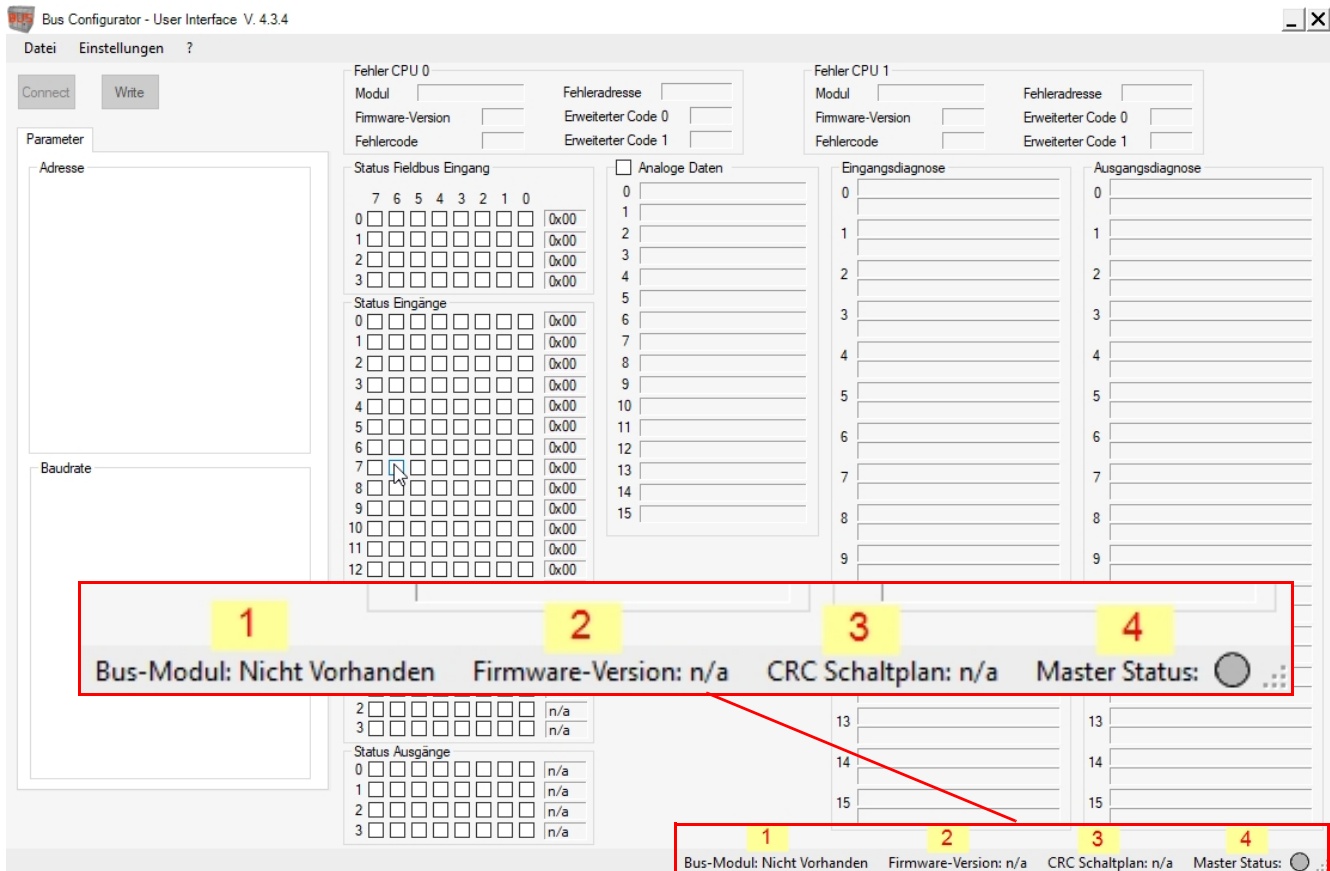

Abbildung 10
Das Programm erkennt, dass ein Bus-Modul angeschlossen ist (Abbildung 10). Die Statusleiste zeigt:
- das Feldbusmodell (Abbildung 10, Ziffer 1),
- die Firmwareversion (Abbildung 10, Ziffer 2),
- die schematische CRC (Abbildung 10, Ziffer 3),
- den Masterstatus und die Firmwareversion (Abbildung 10, Ziffer 4) an:
Sobald das Modul angeschlossen ist, wird es erkannt und der Bediener kann die Parameter durch Auswahl der in Abbildung 10 gezeigten unterschiedlichen Bereiche konfigurieren. Mit der Schaltfläche **WRITE** werden die Konfigurationsdaten an das Modul gesendet.
Der Status von Input, Output, analoger Daten und die damit verbundenen Diagnosen sind in Abbildung 10 abgebildet.